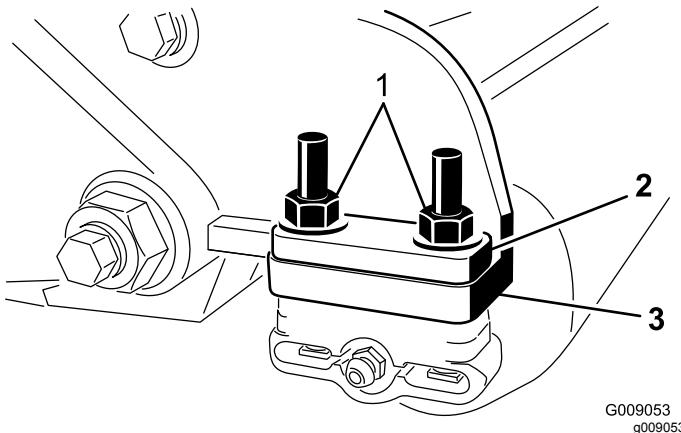

Figure 7
- 6. Retirez les 2 contre-écrous à embase qui fixent chaque support de rouleau aux plaques latérales (Figure 7). N'enlevez pas les boulons. **Déposez également les entretoises de 6 mm placées**